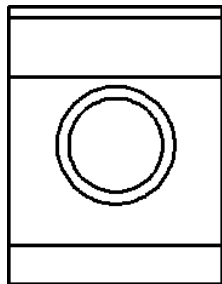

图 17.6.7 绘制圆 2
Step5. 参照上一步创建第二个圆。此圆与圆 1 同心，直径值为 440，完成后的图形如图 17.6.7 所示。